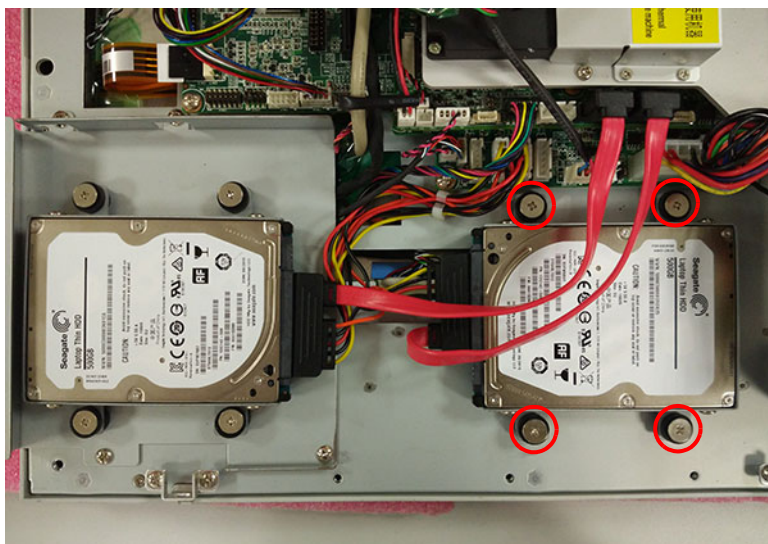

图 2.19:
4. 安装到原来的位置，并将 HDD 电缆接入主板上，如图 2.19 所示。